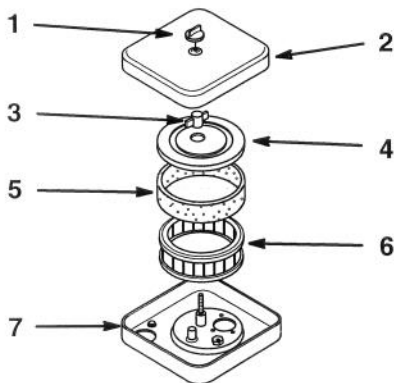

Abbildung 15
3. Den Bereich um den Luftfilter herum reinigen, damit kein Schmutz in den Motor gelangen und somit Schäden verursachen kann. Knopf und Luftfilterabdeckung abnehmen (Abb. 15).
4. Mutter losschrauben und Abdeckung, Schaumstoffeinsatz und Papiereinsatz herausnehmen (Abb. 15).
5. Den Schaumstoffeinsatz vorsichtig vom Papiereinsatz herunterschieben (Abb. 15).
1. Den Schaumstoffeinsatz vorsichtig auf den Papiereinsatz schieben (Abb. 15).
2. Den Luftfilter in die Luftfiltergrundplatte setzen. Die Abdeckung auf die Stange schieben und mit der Mutter befestigen (Abb. 15).
3. Die Luftfilterabdeckung anbringen und mit der Flügelmutter befestigen (Abb. 15).